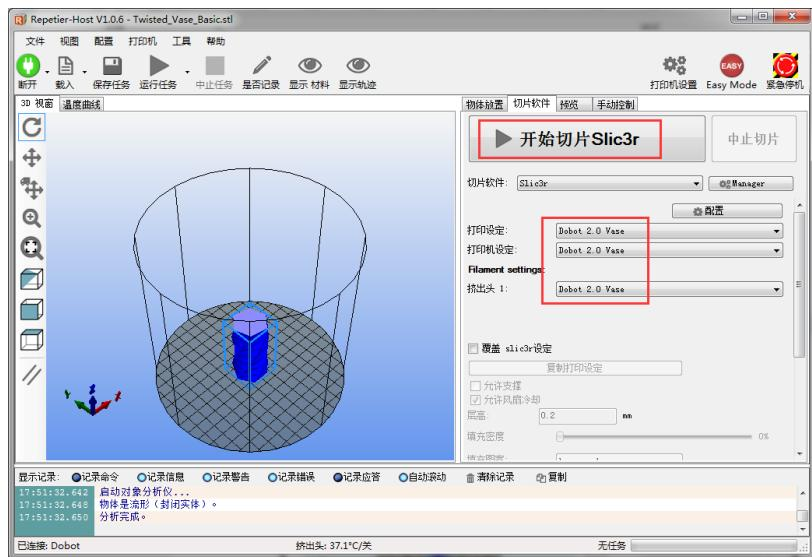

图 5.141 开始切片
4. 在Repetier Host页面右侧的“切片软件”页签单击“开始切片”，即可完成切片，如图 5.141 所示。